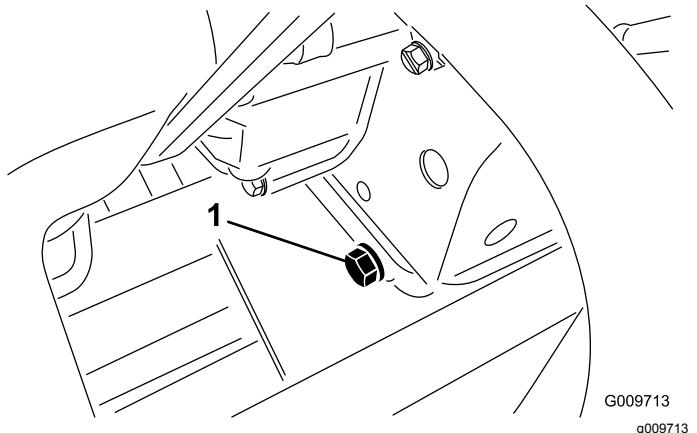

Bild 77
- Entfernen Sie die Ablassschraube (Bild 77) und lassen Sie das Öl in die Auffangwanne ab.